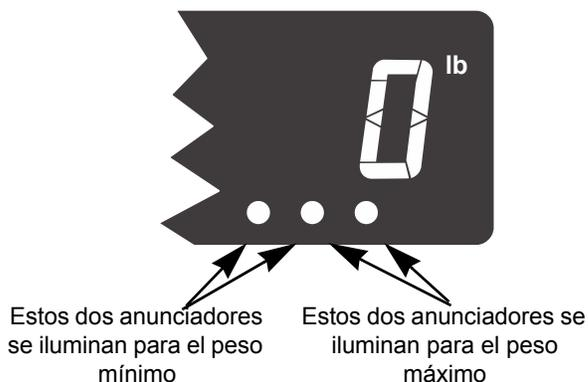

Figura 3.2 Anunciadores mín/máx
Solo se muestra el peso más alto aplicado a la báscula cuando se selecciona la visualización del valor del peso pico. El peso mínimo es designado por un par de anunciadores de *círculo* verde. El peso máximo es designado por un par distinto de anunciadores de *círculo* verde. Consulte la Figura 3.2.
1. Presione repetidamente **SELECT (SELECCIONAR)** hasta que se iluminen los dos anunciadores de círculos verdes de la derecha. Consulte la Figura 3.2. Esto significa que ahora visualiza el peso pico o máximo.